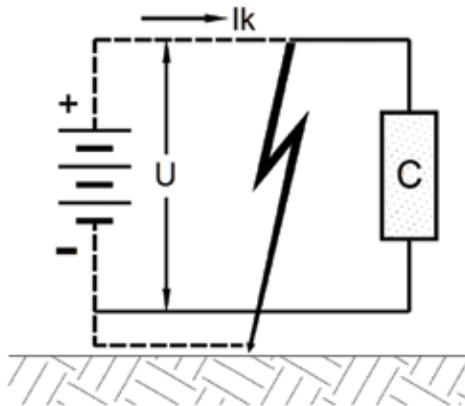

Figura 4
- » Segundo caso: La figura 4 muestra esquemáticamente el circuito que se establecerá para la corriente de cortocircuito  $I_k$ , que no retornará a la fuente por no haber vinculación.